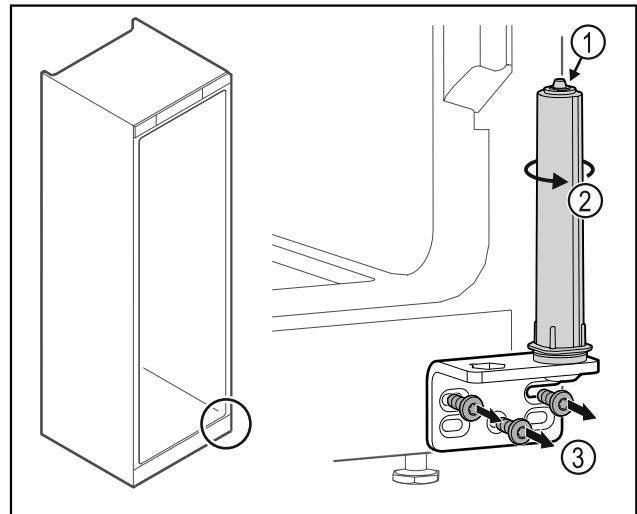

Fig. 40
- ▶ Ne pas désassembler le système de fermeture de la porte Fig. 40 (1).
- ▶ Tourner le système de fermeture Fig. 40 (2) jusqu'à entendre un clic.
- ▶ Dévisser l'équerre de la charnière Fig. 40 (3).